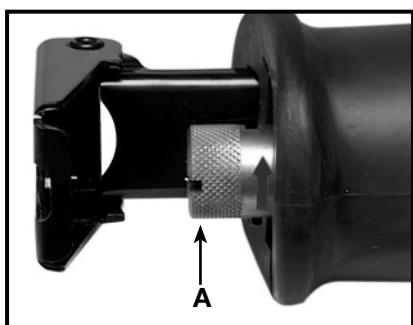

Fig. 1
1. L'arbre à mouvement alternatif doit être entièrement déployé pour donner accès au collier de dégagement de lame Quick-Change™ (A) Fig. 1. Au besoin, appuyez délicatement sur l'interrupteur à gâchette pour mettre l'arbre à mouvement alternatif à sa position la plus extérieure (comme illustré à la Fig. 1).